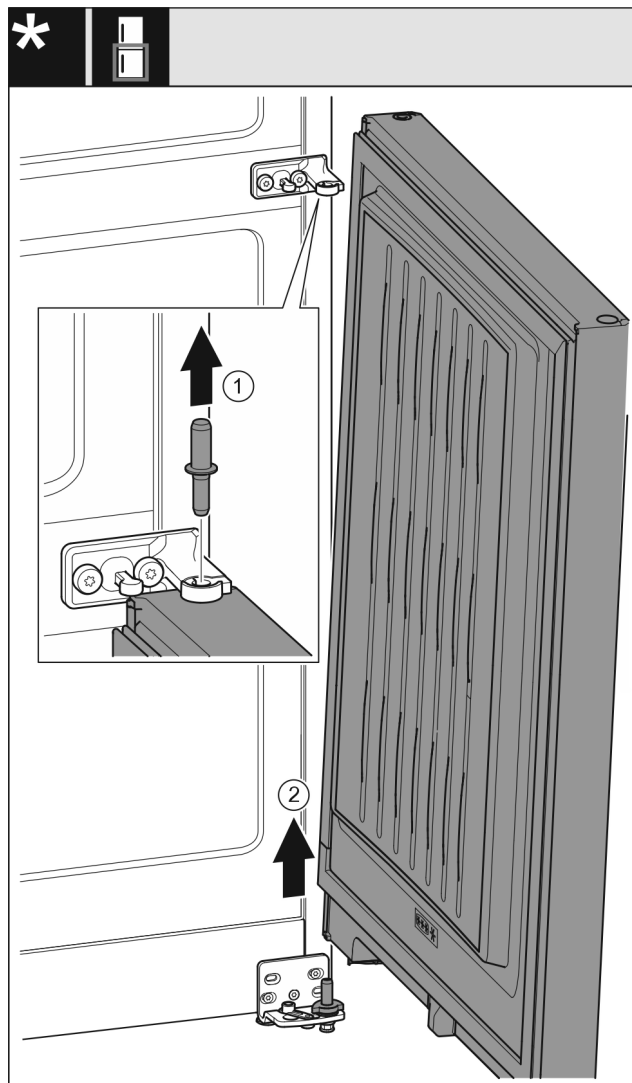

Fig. 8
- ▶ Čap vytiahnite nahor. Fig. 8 (1)
- ▶ Dvere vyklopte von, nadvihnite smerom hore a odložte nabok. Fig. 8 (2)